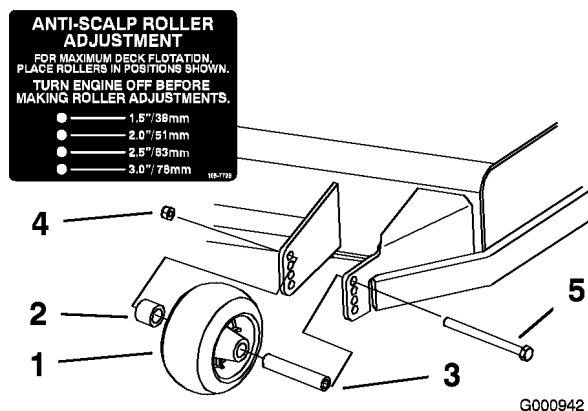
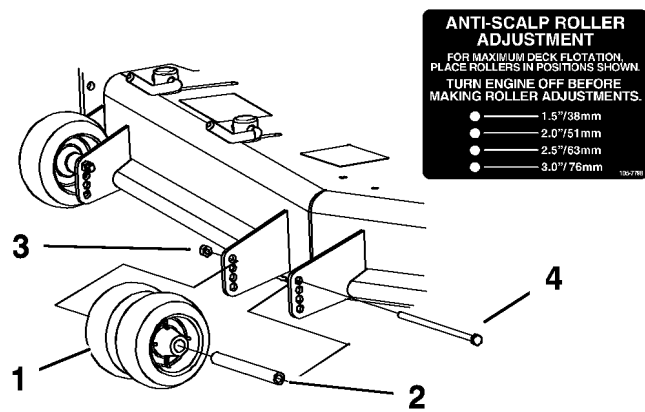
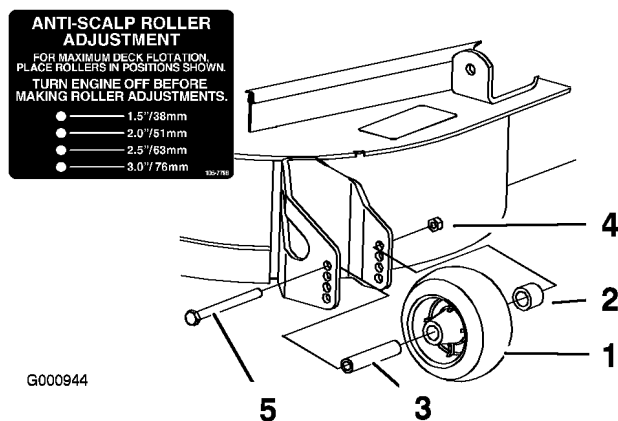

Figure 19
Figure 20
Figure 21
3. Après avoir réglé la hauteur de coupe, réglez les galets en retirant l'écrou à collerette, la bague, l'entretoise et le boulon (Figure 19, Figure 20 et Figure 21).
Remarque: Les deux galets centraux ne sont pas munis d'entretoise (Figure 20).
(40-45 pieds-livre) (Figure 19, Figure 20 et Figure 21).